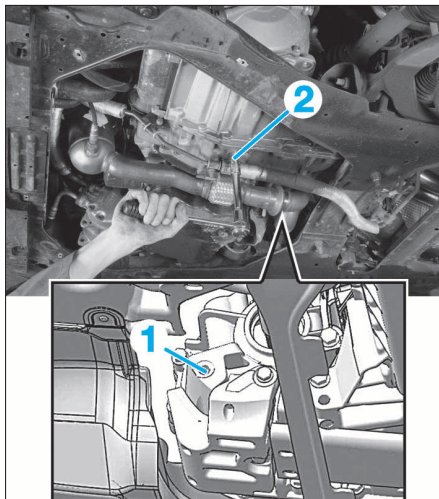

FIG. 18
- Moteur tournant à la température de 55 °C, ouvrir le bouchon de niveau (1) (Fig.18).
- Retirer le bouchon de vidange (2) (Fig.18).
- Déposer le bouchon de niveau (1) (Fig.18).